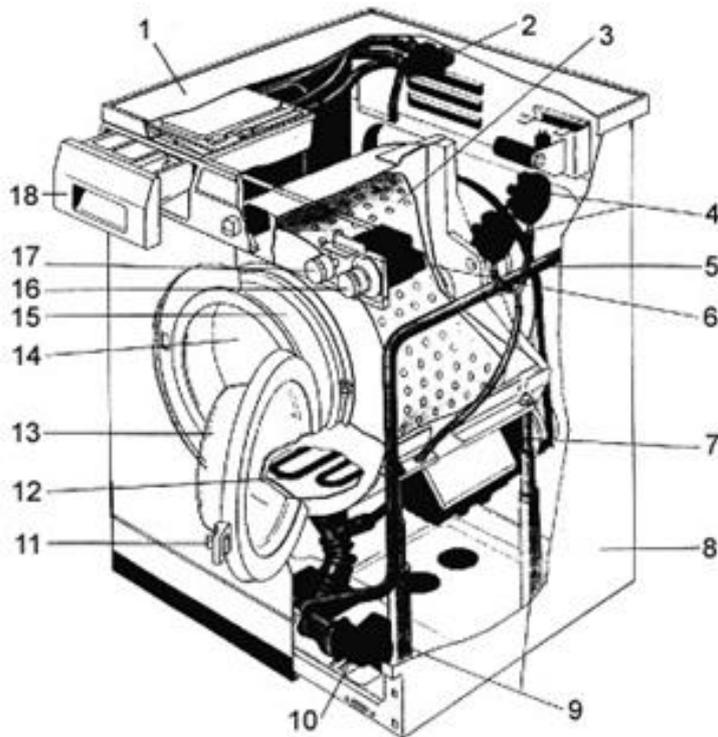

Рис.2
**5. Какой узел соответствует позиции 3 на компоновочной схеме стиральной машины (рис. 2):**